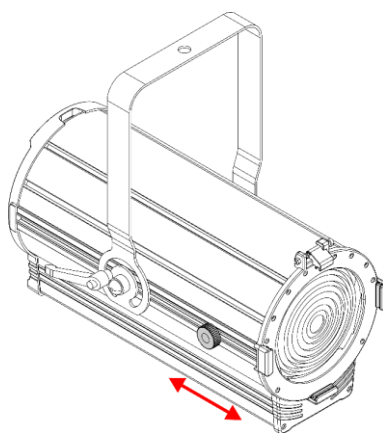

Fig. 16
- 01) Ruotare il **comando dello zoom (05)** in senso antiorario per allentarlo.
- 02) Far scorrere il **comando dello zoom (05)** in avanti o indietro per ottenere l'angolo di emissione desiderato (vedere la Fig. 16).
- 03) Dopo aver regolato l'angolo del fascio, ruotare il **comando dello zoom (05)** in senso orario per serrarlo. Non serrarlo eccessivamente.